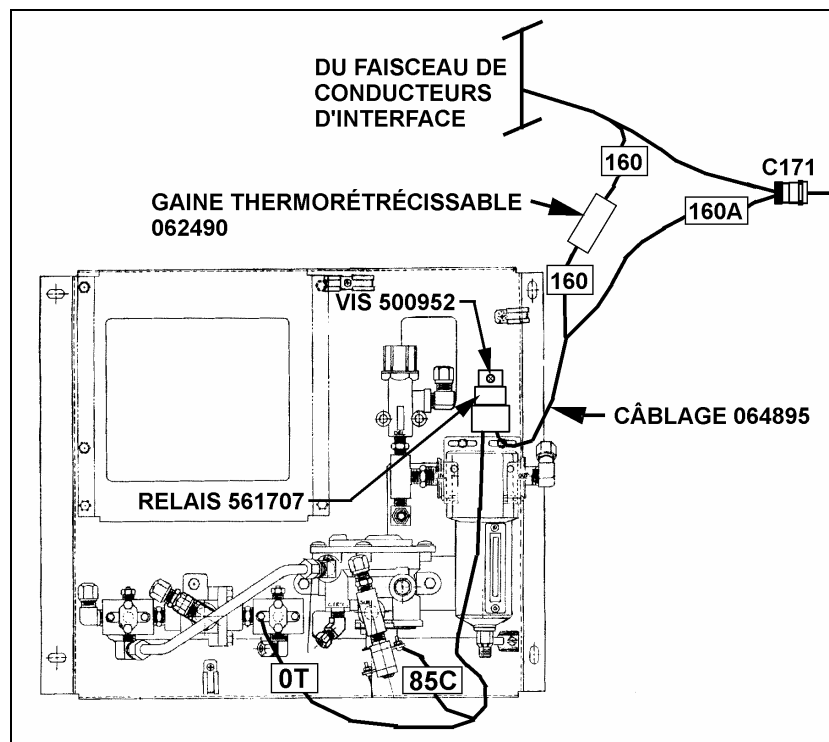

FIGURE 3 : CHEMINEMENT DU CÂBLAGE 064895
4. Ouvrir la porte du compartiment électrique avant et du compartiment de service avant. Dans le compartiment de service avant, fixer le support de relais du câblage (Prévost #064895) au-dessus du filtre à air des accessoires à l'aide de la vis autotaraudeuse (Prévost #500952) (voir figure 3). Brancher les fils 85C et 0T selon la figure 3 et installer le relais (Prévost #561707) sur son support.